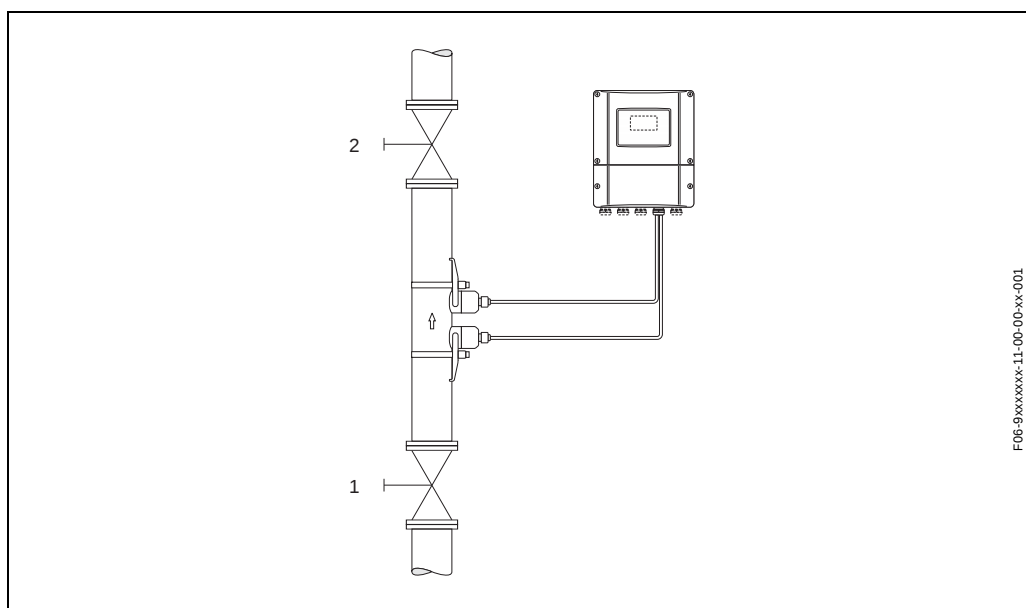

Рис. 58: Регулировка нулевой точки и отсечные клапаны
- Регулировка нулевой точки выполняется с полностью заполненными измерительными трубками и при нулевом расходе ($v = 0$ м/с). Этого можно достичь, например, с помощью отсечных клапанов до и/или после датчика или при помощи имеющихся клапанов и задвижек (Рис. 58).